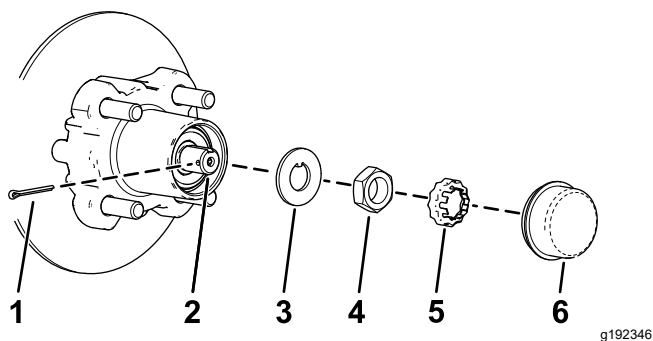
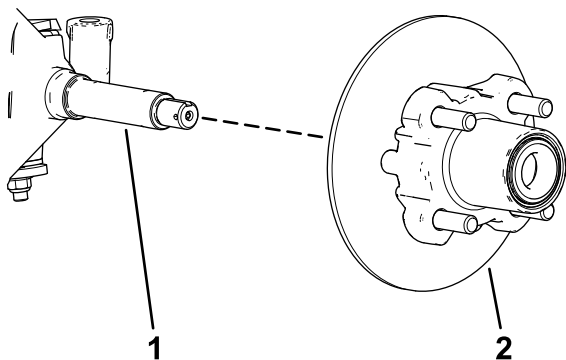

Figure 33
Figure 34
4. Retirez le couvre-moyeu du moyeu (Figure 33).
- Retirez la goupille fendue et le frein d'écrou de la fusée et de son écrou (Figure 33).
- Enlevez l'écrou de la fusée, et séparez l'ensemble moyeu et rotor de la fusée (Figure 33 et Figure 34).